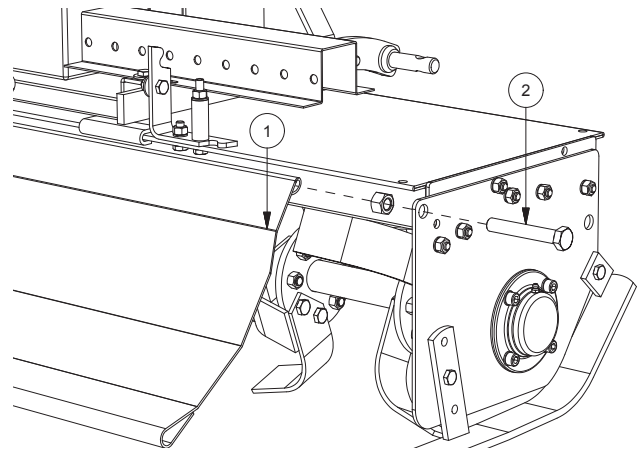

FIG. 7
- Montare il cofano posteriore (1, Fig. 7): posizionarlo tra i fianchi del telaio; inserire le viti (2) attraverso il cofano ed entrabi i fianchi.